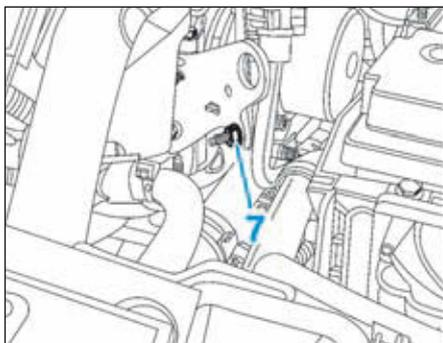

FIG.60
- Déposer l'écrou (7) du support de mise à l'air libre de la boîte de vitesses (Fig.60).